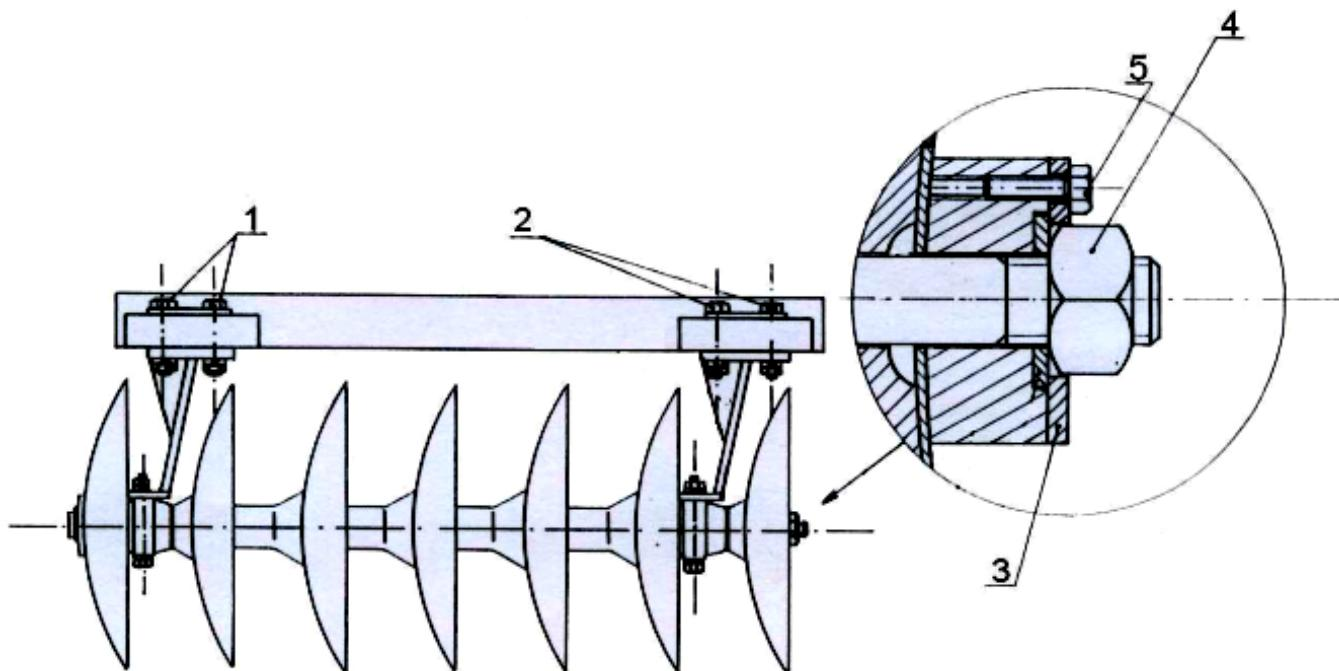

Рисунок 14.
- Отвинтить болт (5) (рис. 14).
- Снять шайбу (3).
- Ослабить 4 болта (2) (оставив 4 болта (1) затянутыми).
- Протянуть гайку (4) батареи дисков (используйте ключ с удлинителем длиной 1 м)
- Поставить шайбу (3), и зафиксируйте её винтом (5).
- Затянуть 4 болта (2).